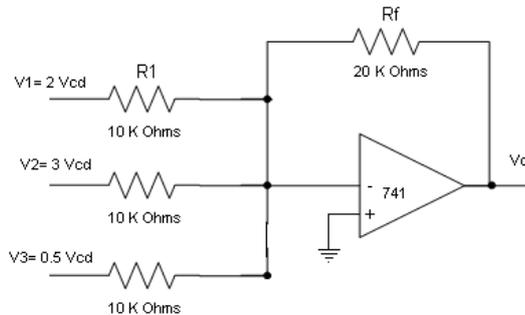

Figura 3. Sumador inversor.
- 3) Armar el circuito de la figura 3, polarizarlo y aplicar los voltajes de CD de entrada indicados en el esquema. Calcular y medir el voltaje de salida $V_{o_{med}} = \text{_____ Volts}$. $V_{o_{cal}} = \text{_____ Volts}$.